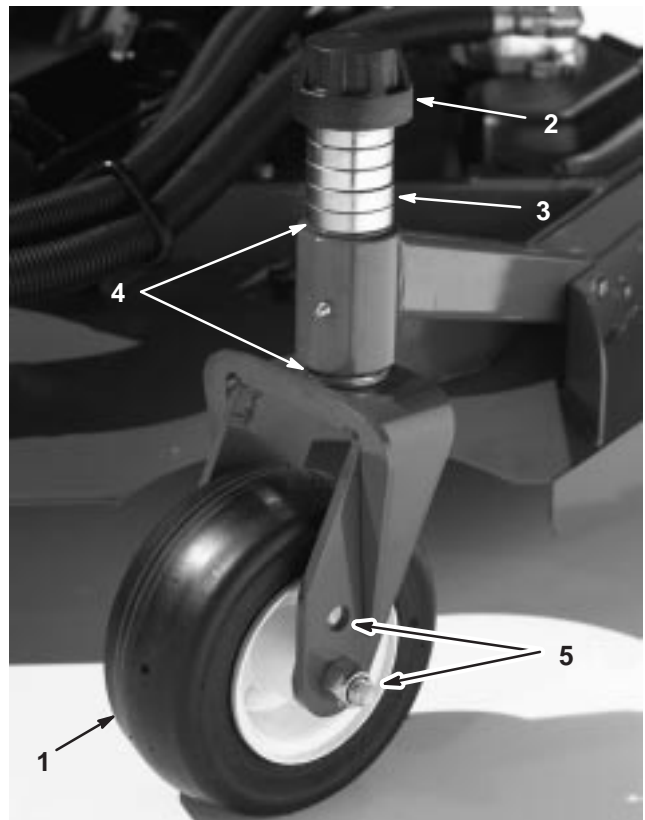

Figure 14
1. Placez les essieux des roues pivotantes dans les mêmes trous sur toutes les chapes (Fig. 14 & 16). Pour choisir les trous corrects pour la hauteur de coupe requise, reportez-vous au tableau suivant.
2. Enlevez le chapeau de tension de l'axe de pivot (Fig. 14) et sortez l'axe du bras pivotant. Remplacez les deux cales (3 mm) sur l'axe de pivot comme à l'origine. Elles sont requises pour que les plateaux de coupe soient parfaitement de niveau sur toute la largeur. Placez le nombre requis d'entretoises de 1,25 mm sur l'axe de pivot pour obtenir la hauteur de coupe voulue, puis ajoutez la rondelle.